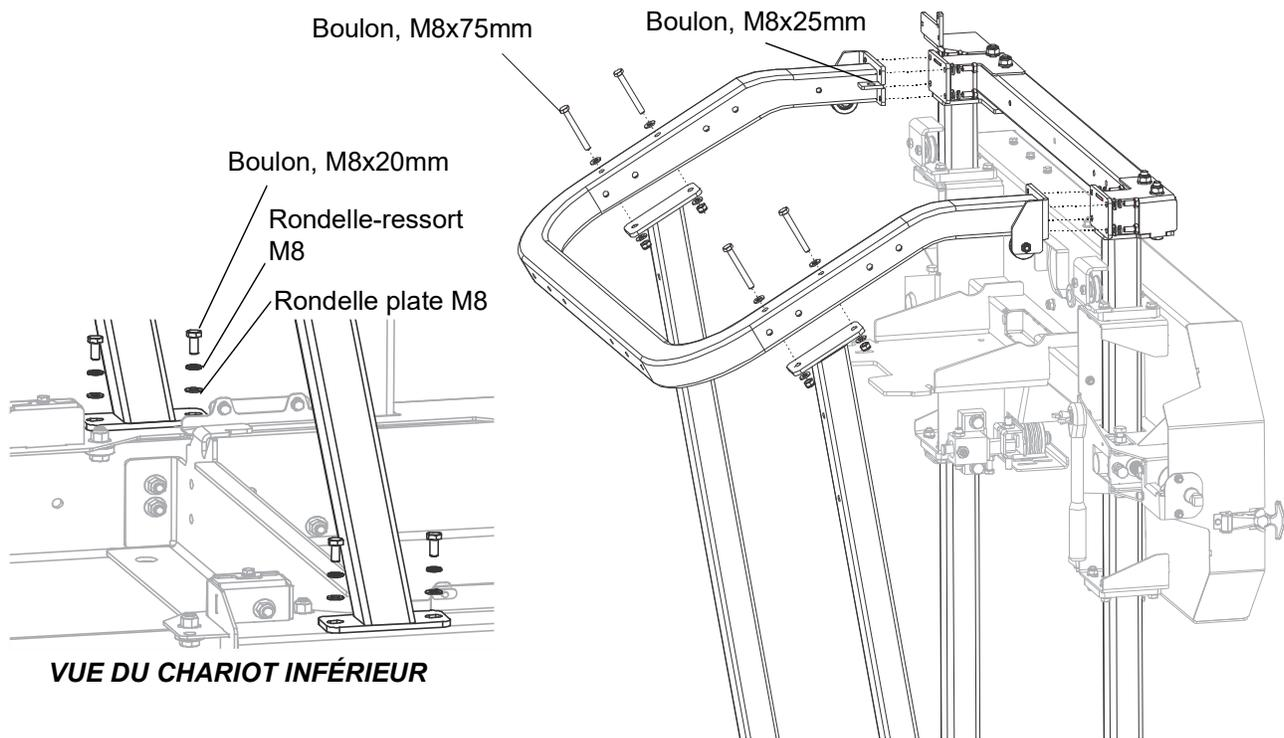

FIG. 3-25
1. Fixez sans serrer les éléments restants du mât, comme indiqué sur la fig. 3-25.